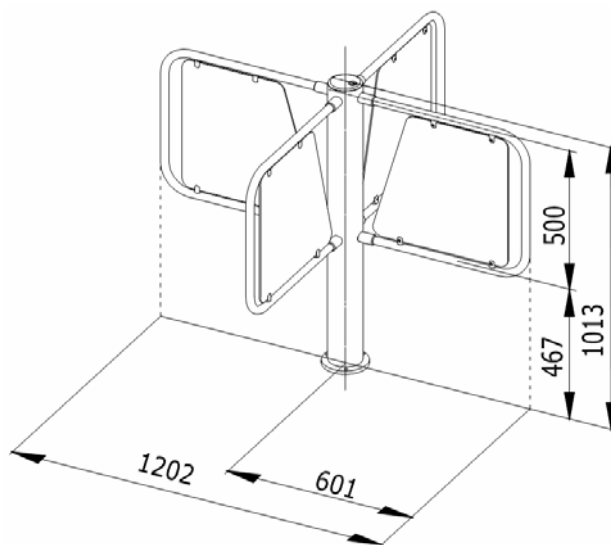
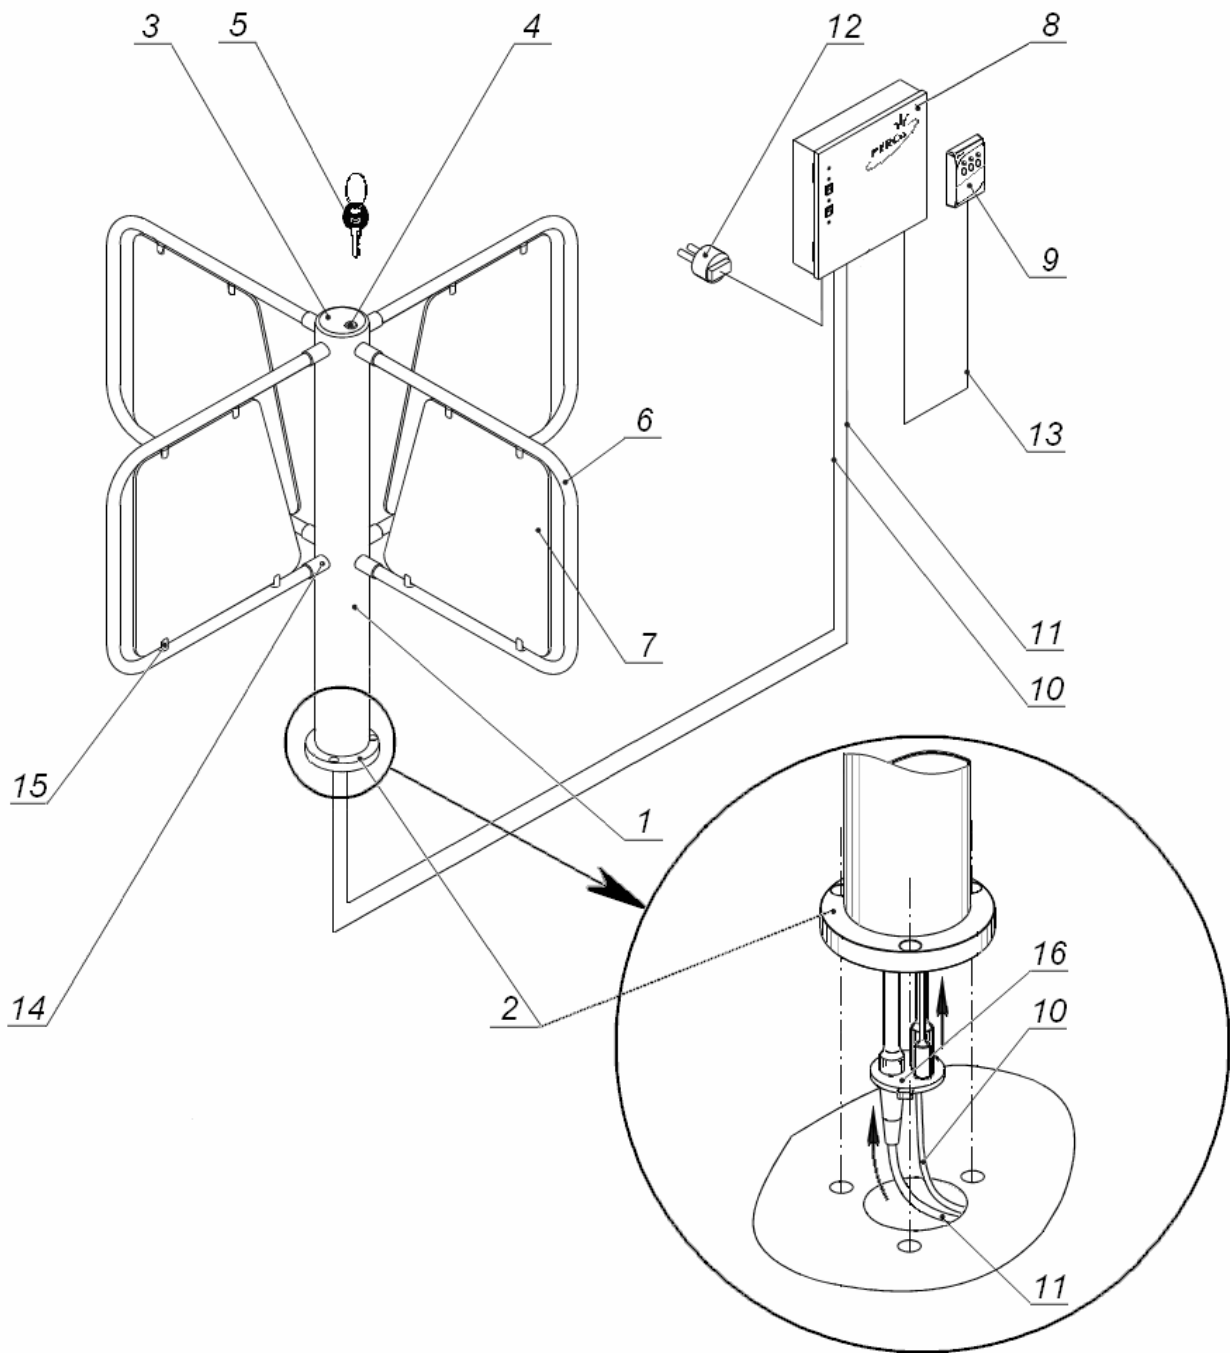

Рисунок 1 Габаритные размеры турникета
Рисунок 2 Общий вид турникета
Общий вид турникета показан на рис. 2. Номера позиций в тексте настоящего Руководства по эксплуатации указаны в соответствии с рис. 2, кроме оговоренных особо. Габаритные размеры турникета приведены на рис. 1.
5.2.3 Блок управления (8) (см. рис. 2 и 3) предназначен для электропитания узлов турникета и реализации алгоритма управления. Он выполнен в виде отдельного прибора в закрытом металлическом корпусе, обеспечивающем настенное крепление с антисдергивающей фиксацией. Возможно настольное применение блока управления.